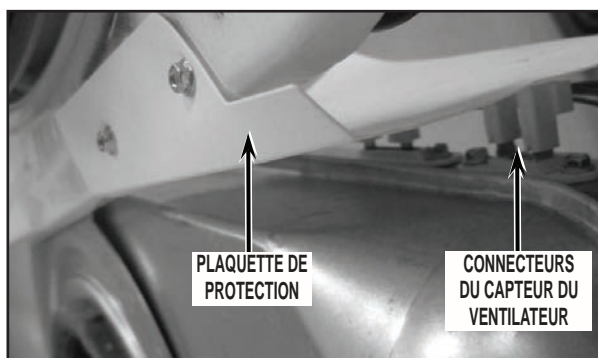

FIGURE 37
- Il y a en bas de la tôle de cloisonnement une plaquette de protection; vérifier que la plaquette de protection est placée au-dessus des connecteurs du capteur du ventilateur; voir la *Figure 37*.